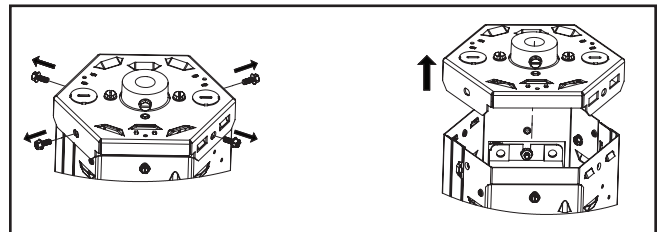

Figure 2.
2. Retirez les (4) vis à tête hexagonale n° 8 du boîtier SUPÉRIEUR du luminaire. (Figure 2)